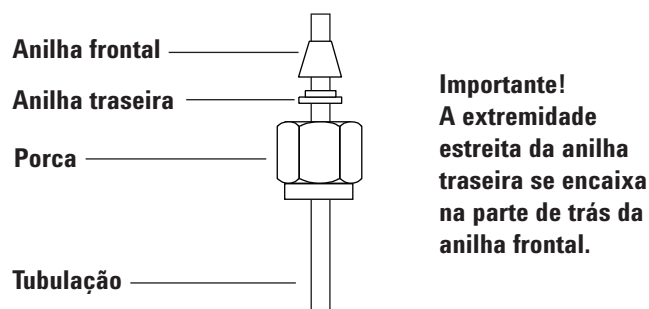

Figura 14. Porcas e anilhas Swagelok
- 1 Coloque uma porca Swagelok, a anilha traseira e a frontal na tubulação, como mostrado na **Figura 14**.